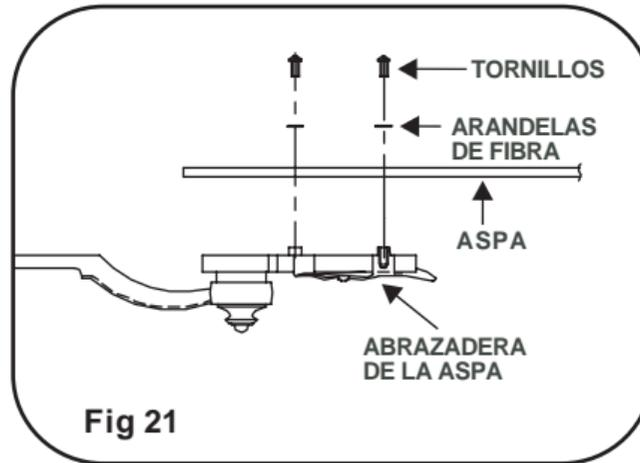

Fig 21
Paso1. Monte la Aspa a la abrazadera de la aspa usando los tornillos y las arandelas de fibra proveidos. Apriete los tornillos firmemente. Repita esta operacion con las otras Aspas .(Fig. 21)